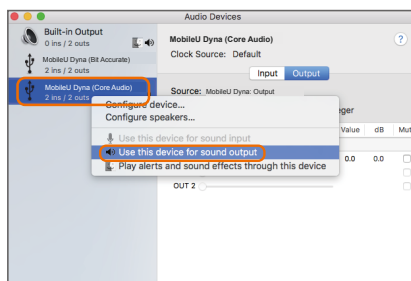

Figure 14
- Ouvrez la fenêtre Audio MIDI setup" (Configuration de l'audio MIDI) et vérifiez que l'appareil MobileU Dyna a été configuré correctement comme illustré à la figure 14.